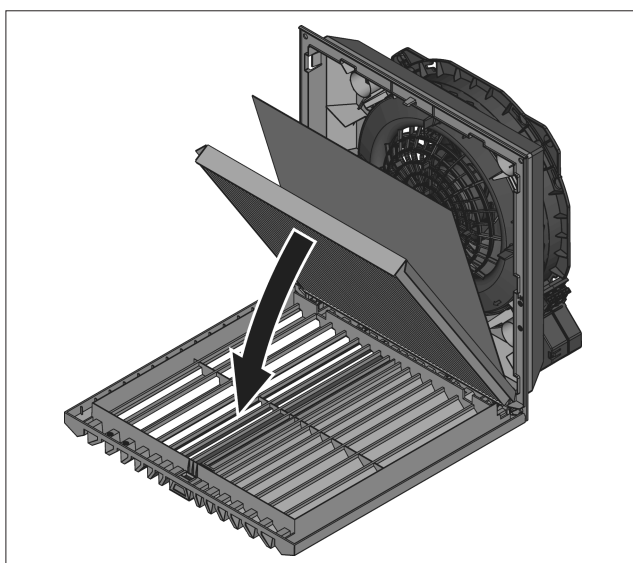

Fig. 21 : insérer le filtre plissé IP 55
- Uniquement pour obtenir l'indice de protection IP 55 : placer le filtre absorbant non tissé fourni sur le filtre plissé IP 55 déjà inséré (voir fig. 21). Le sens d'insertion du filtre absorbant est n'a pas d'importance.